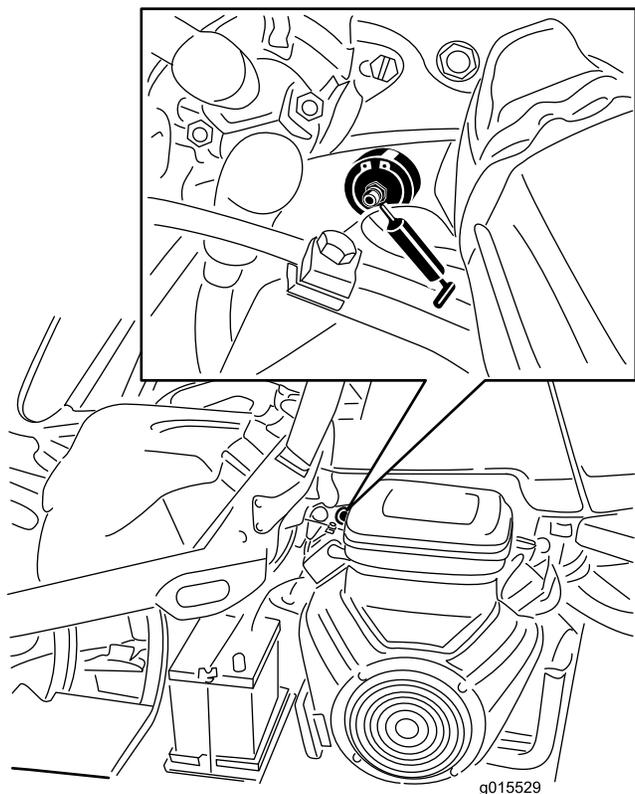

Bild 29
1. Wischen Sie die Schmiernippel ab, um das Eindringen von Fremdkörpern in die Lager oder Buchsen zu vermeiden (Bild 29).